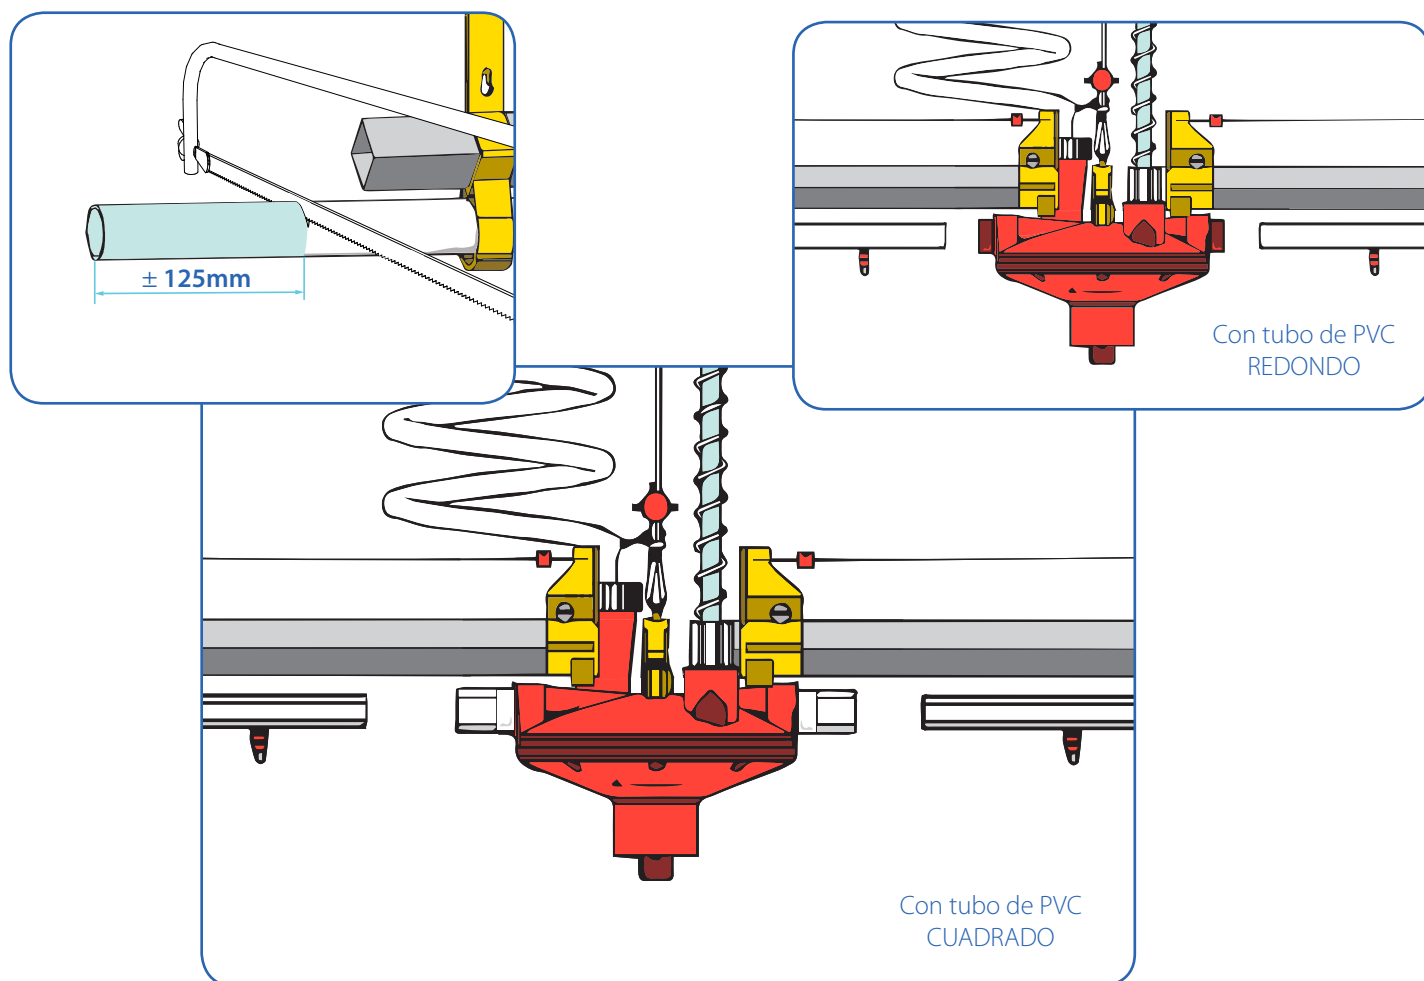

Fig. 41. Instalación regulador dos salidas en el centro de la línea.
- Alinee el tubo de PVC con el extremo del perfil de aluminio, después tiene que medir aproximadamente 125 mm desde el extremo del perfil de aluminio al tubo de PVC . Retire el perfil de aluminio para facilitar el corte con la sierra y corte el tubo de PVC utilizando una sierra específica para PVC, así conseguiremos un corte limpio y sin rebabas (Fig.41).